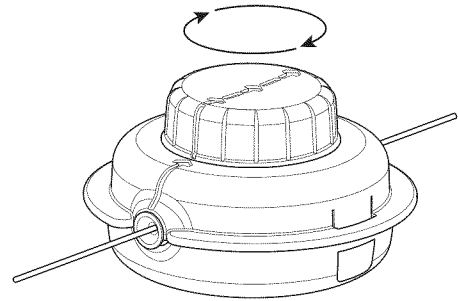

Fig. 9
5. Gire la perilla de impacto en el sentido de las agujas del reloj para enrollar el hilo hasta que sobresalgan aproximadamente 5 pulgadas (12.7 cm) por cada lado del cabezal de corte (Fig. 9). **NO** oprima la perilla de impacto mientras se enrolla el hilo.